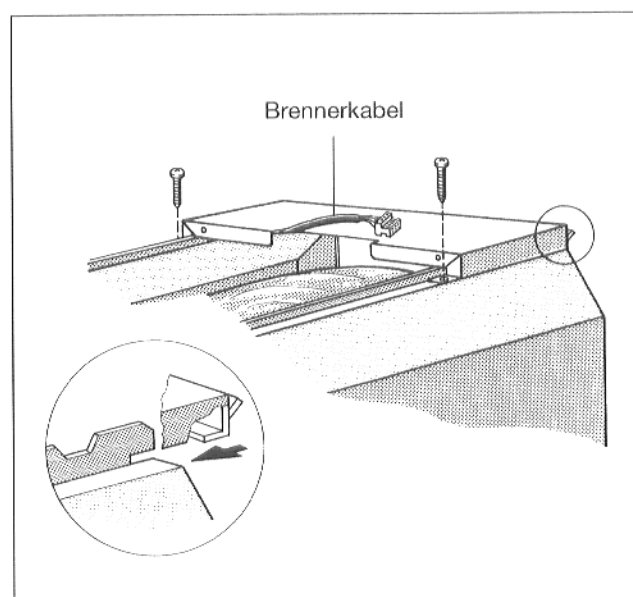

Abb. 14
- Vordere Kesselhaube von vorne oben auf die rechte und linke Seitenwand auflegen, nach hinten schieben, bis die Haken in die Schlitz der Seitenwand einrasten (Abb. 14).
- Kesselhaube mit 2 Blechschrauben festschrauben (Abb. 14).
- Brennerkabel durch den Ausbruch der Kesselhaube führen (Abb. 14).